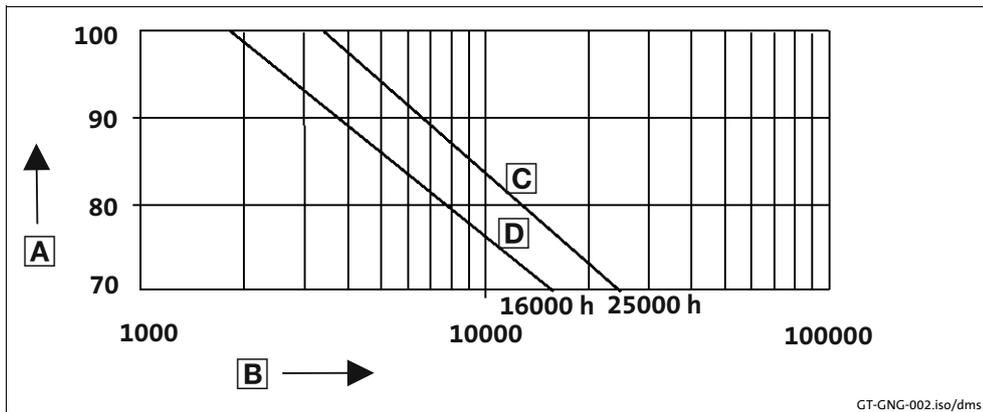

Abb. 3 Schmierstoffdiagramm
- Das Schmierstoff-Wartungsintervall ist von der Öltemperatur abhängig, siehe Abb. 3.